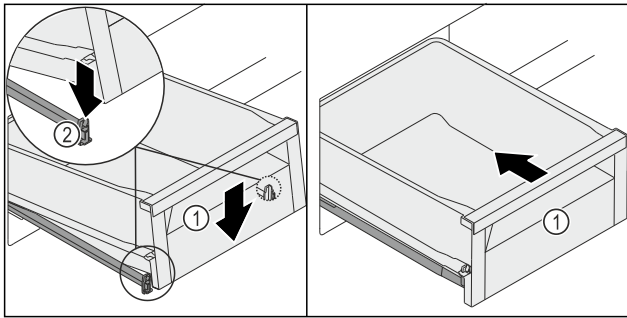

Fig. 127
- Abaisser l'avant du tiroir Fig. 127 (1) de manière à insérer le tiroir dans les languettes Fig. 127 (2) à gauche et à droite.
- Vous entendrez le tiroir Fig. 127 (1) s'enclencher.
- Pousser le tiroir Fig. 127 (1).